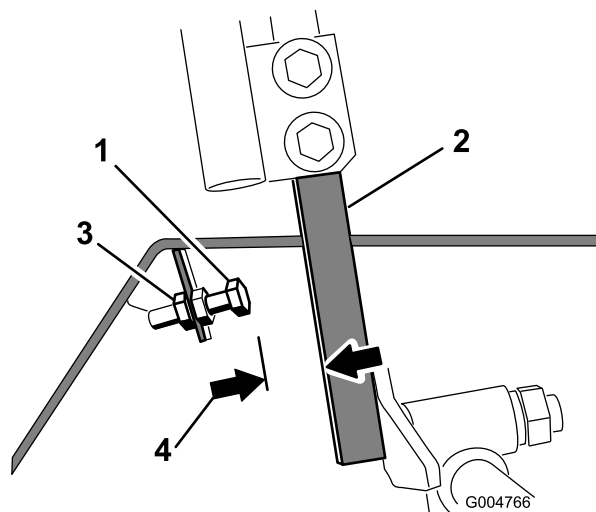

Figura 43
- Afloje la contratuercas del perno de tope de una palanca de control (Figura 43).